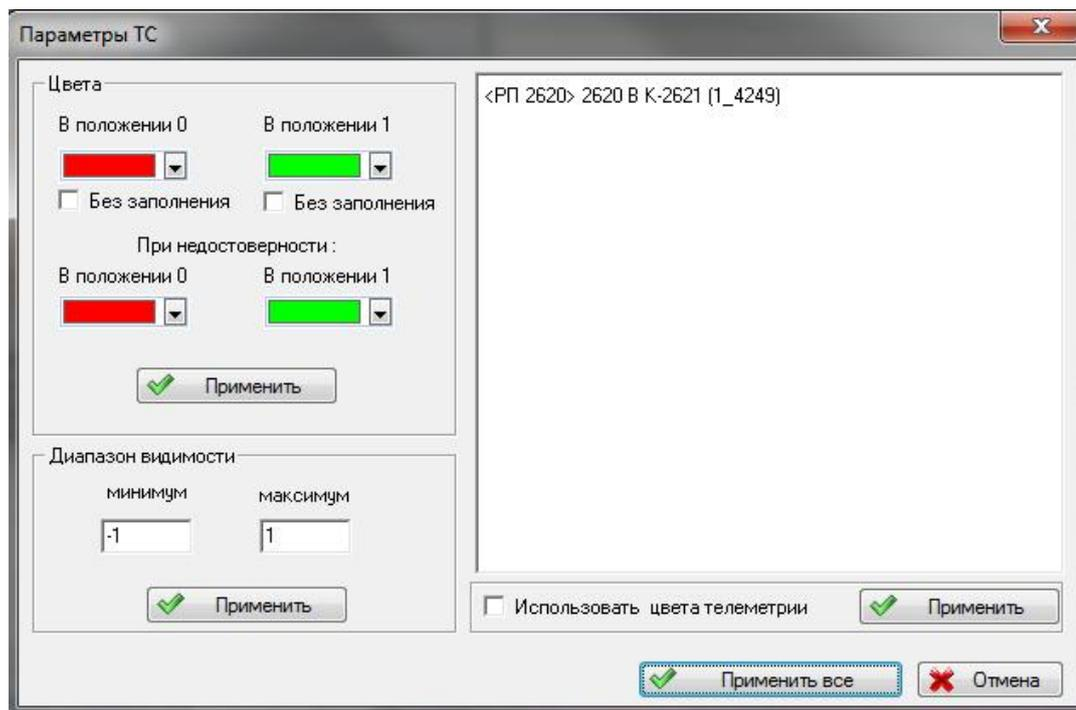

Рисунок 439 – Окно «Параметры ТС»
– настроить цвета положений элемента **Ячейка КРУ** с помощью окна **«Параметры ТС»** (рисунок 439);